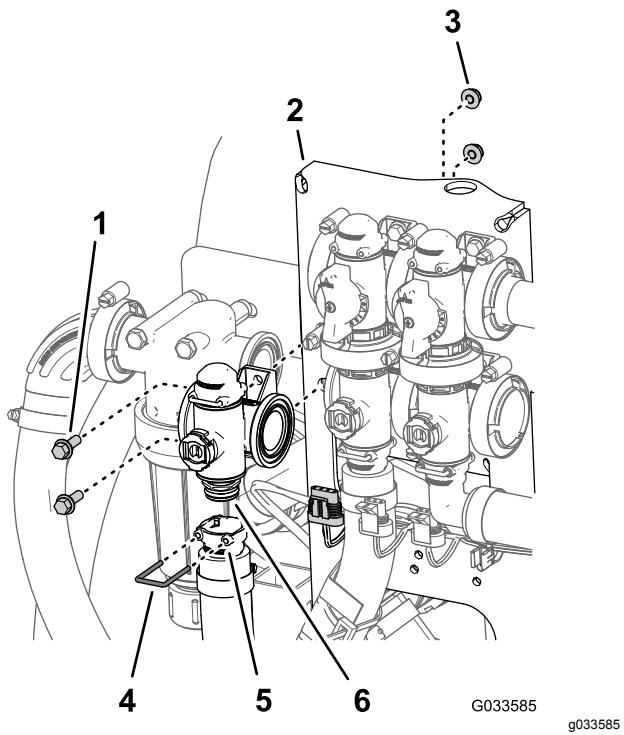

Figure 111
2. Retirez l'étrier qui fixe le raccord de sortie à l'accouplement du collecteur du régulateur de débit (Figure 111).
3. Retirez les 2 boulons à embase (1/4" x 3/4") et les 2 contre-écrous à embase (1/4") qui fixent le régulateur de débit au support, puis déposez le collecteur de la machine (Figure 111).